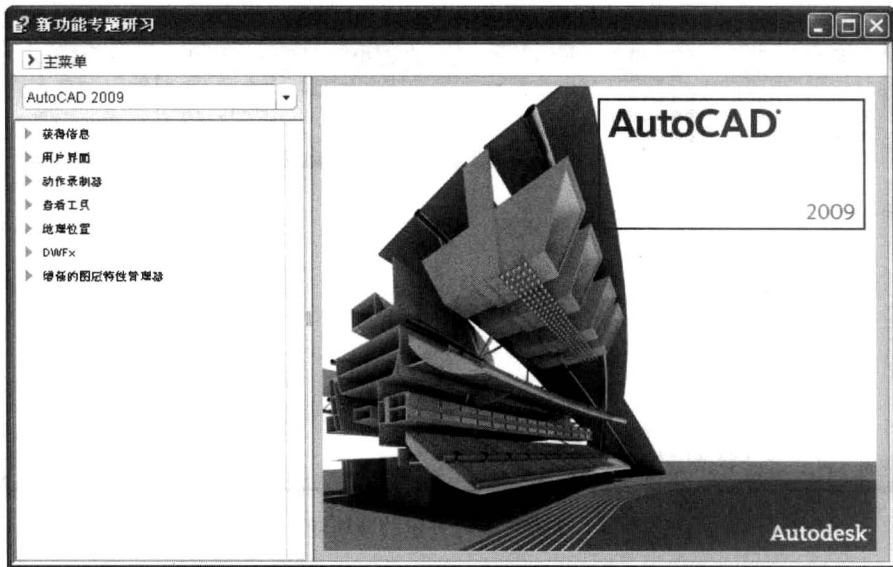

图 1-2 “新功能专题研习”窗口
(3) 弹出如图 1-2 所示的“新功能专题研习”窗口，利用该窗口可以查阅一系列关于新功能的动画演示教程和功能概述。